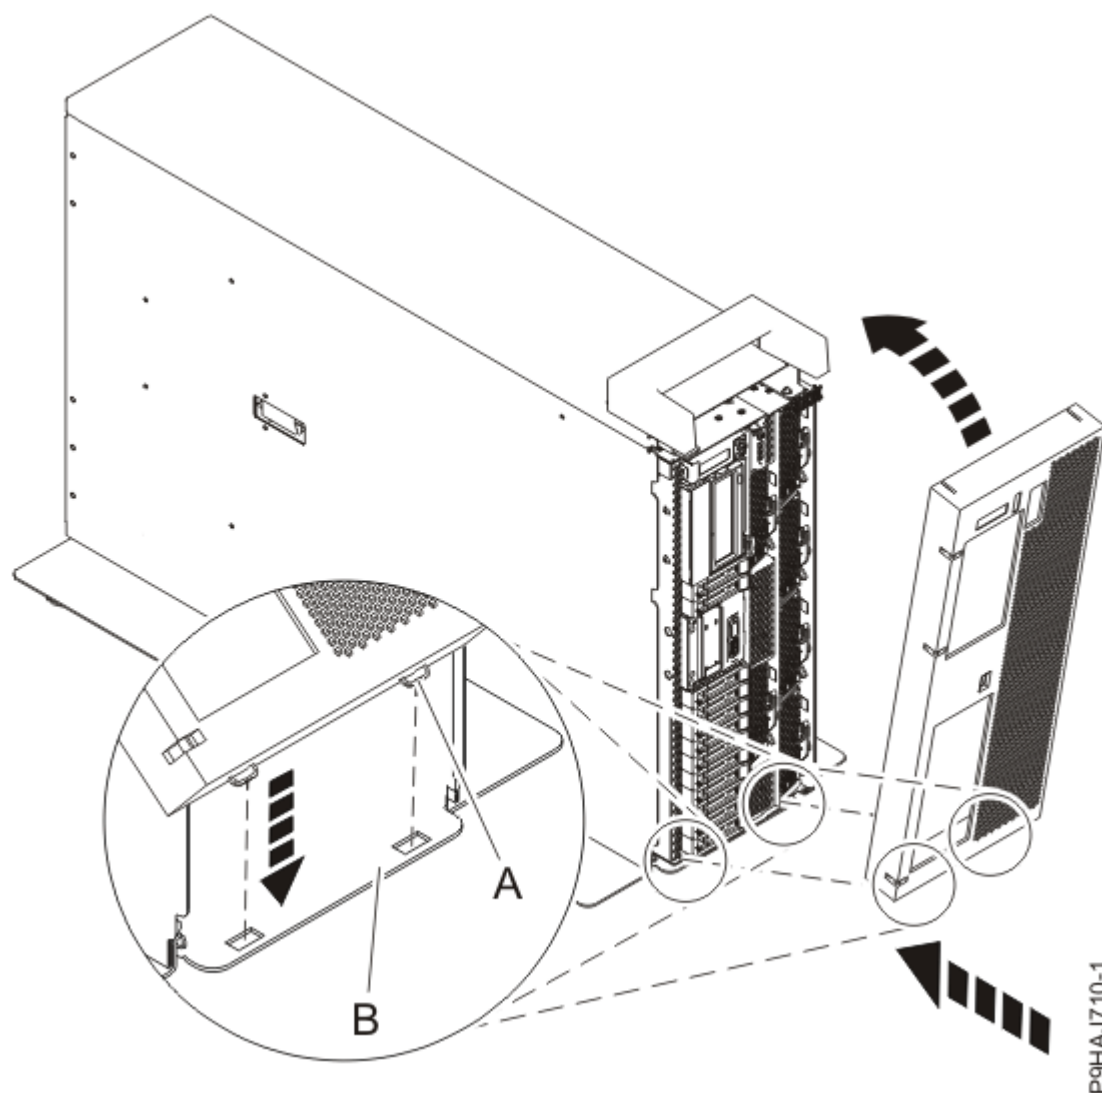

図 89. 前面カバーおよび前面ドアの取り付け
- b) 93 ページの図 89 に示すように、2 つのカバー・タブ (A) がベース・プレート (B) のスロットに収まるように、カバーを位置合わせします。